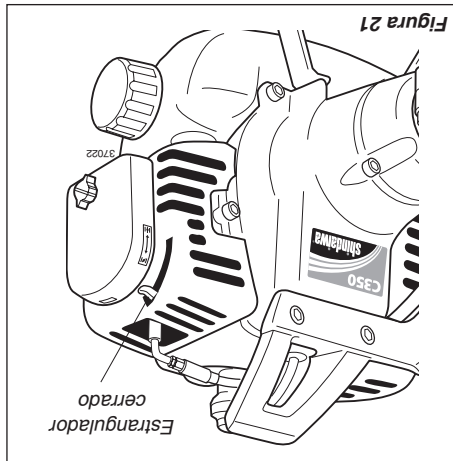

Figura 21
4. (Motor frío solamente) Estrangule el motor moviendo la palanca del estrangulador para arriba hacia la bujía (el estrangulador está cerrado). Consulte la figura 21.